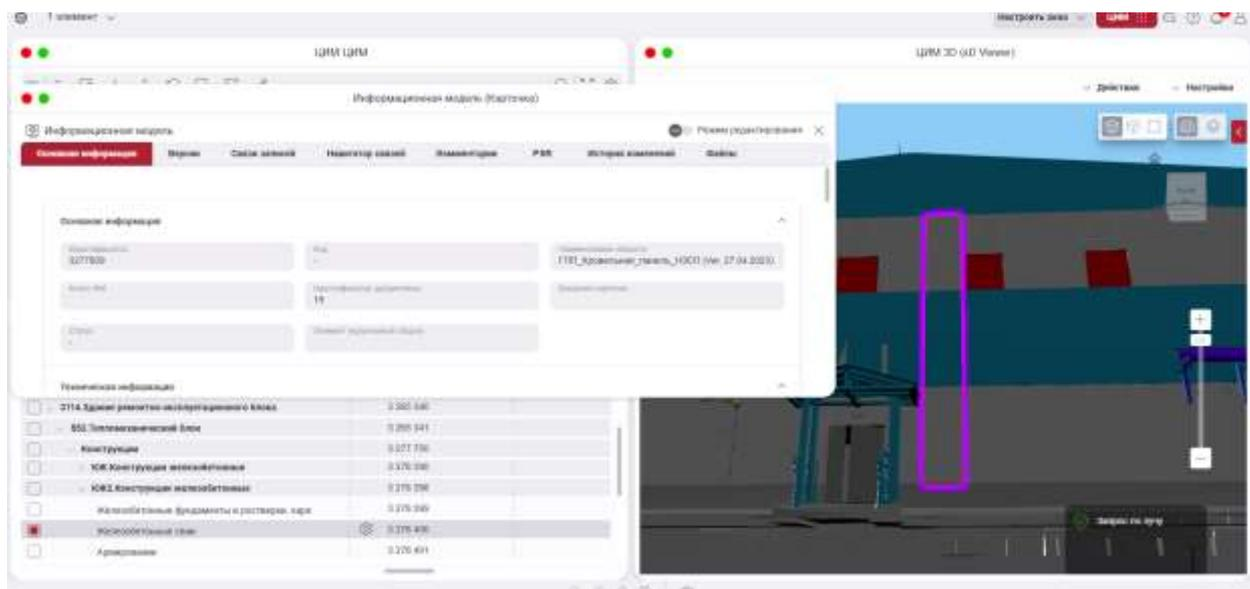

Рисунок 35. Выбранный объект
- 5) Выбрать любой объект в 3D сцене, информация в карточке поменялась на выбранный объект (Рисунок 35).